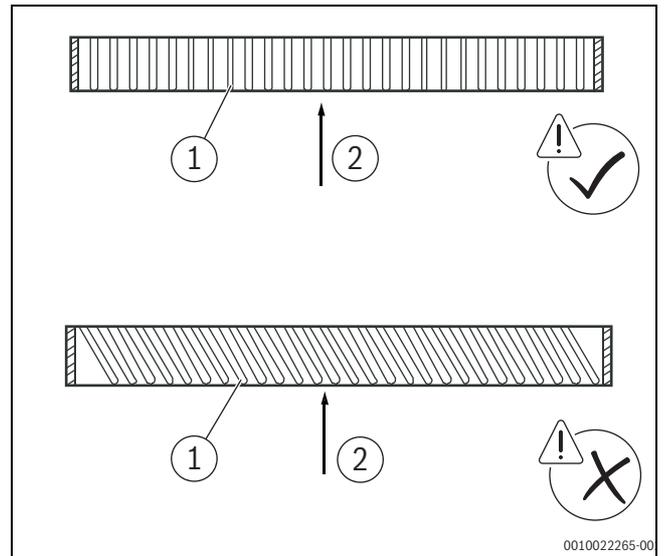

Рис. 7
- ▶ Убедитесь, что решетка воздухозаборника расположена под углом таким образом, что она параллельна направлению впуска воздуха. Между решеткой воздухозаборника и направлением впуска воздуха не должно быть угла, иначе увеличится уровень шума (→ рисунок 7).